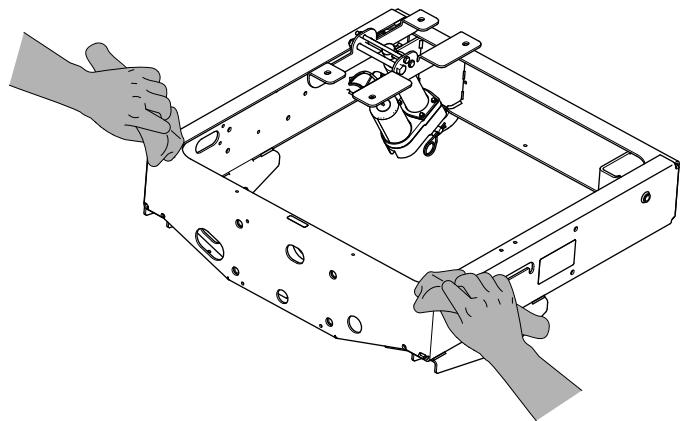

図 14
1. ウレタンパッドの接着剤がフレームに確実に接着するように、フレームの 2 つの場所図 14 を十分に清掃する。